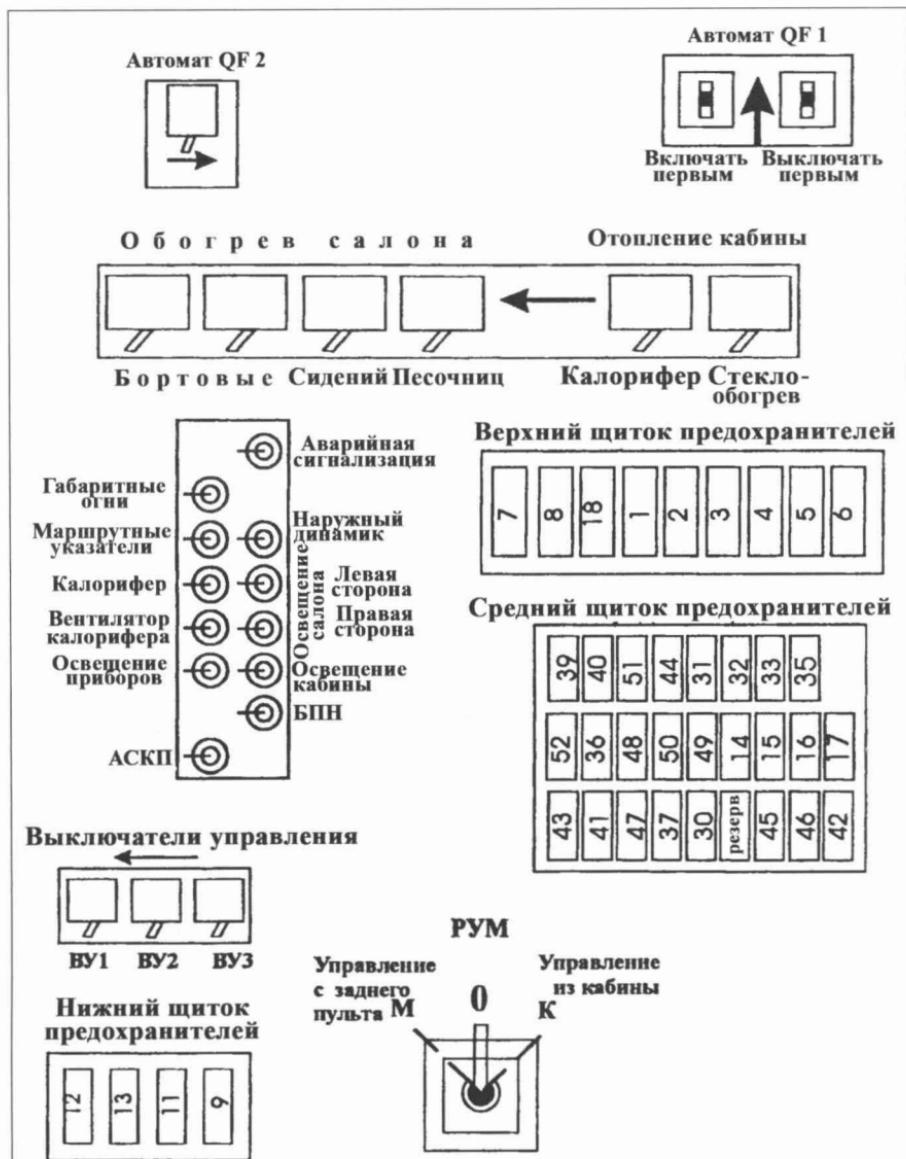

Рис. 17. Расположение органов управления и защиты на задней стенке кабины водителя вагона 71-608КМ.
- левое положение, включён пульт управления на задней площадке (рис. 17).